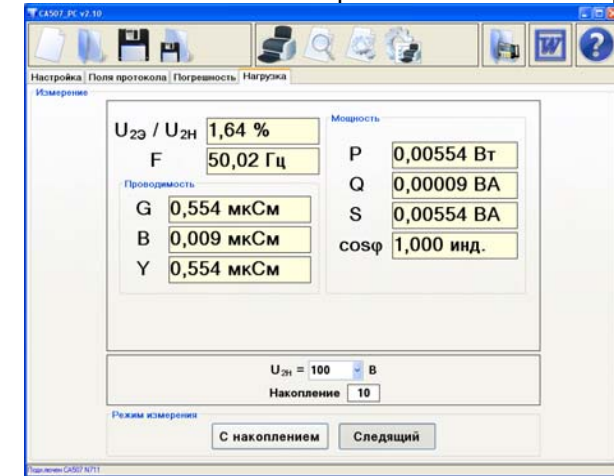

Рисунок 2.8
1) Для подготовки к измерению щелкнуть по вкладке "Нагрузка" (рисунок 2.8). Установить значение номинального вторичного напряжения ТН эталонного $U_{2Н}$ (рисунок 2.8), для чего в поле " $U_{2Н}$ " выбрать значение из списка или ввести с помощью клавиатуры. Если выполняется измерение характеристик магазинов нагрузок, то в поле " $U_{2Н}$ " следует вводить значение номинального напряжения магазина нагрузки.